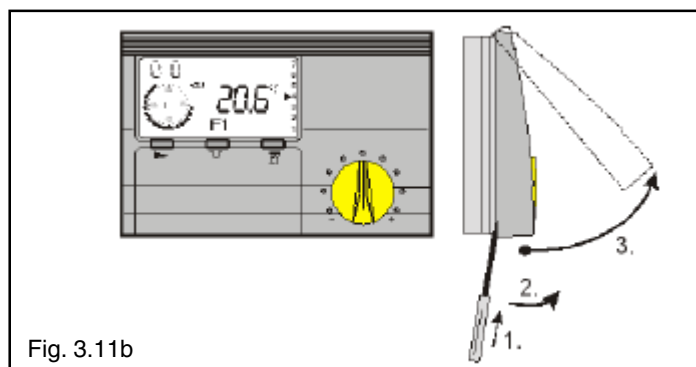

Fig. 3.11b
- separare il pannello comandi dal guscio inferiore premendo sulla parte inferiore, aiutandosi eventualmente con un cacciavite (fig. 3.11b)